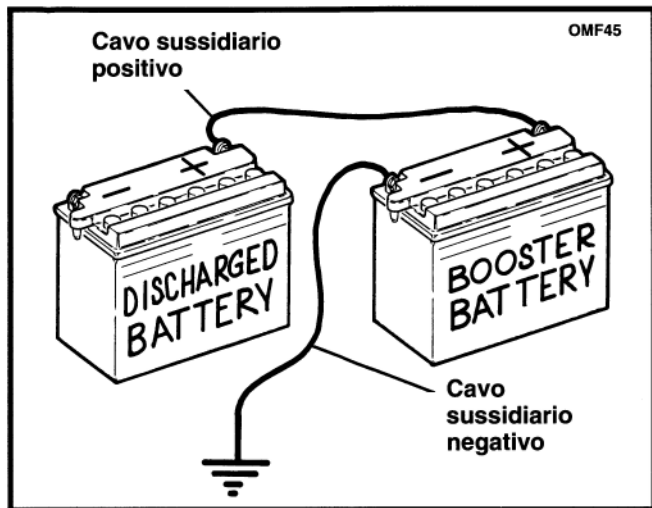

Figura 50. Collegamenti del cavo sussidiario
2. Vedere la figura 50. Collegare un'estremità del cavo sussidiario al morsetto positivo (+) della batteria SCARICA.